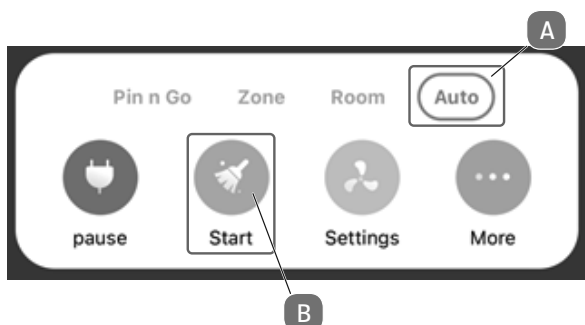

Fig. 14
- ▶ Per creare una mappa delle stanze dell'abitazione, il robot deve iniziare un giro di ricognizione. A tale scopo, in MODALITÀ AUTO (A) cliccare su START (B) come illustrato nella **fig. 14**.